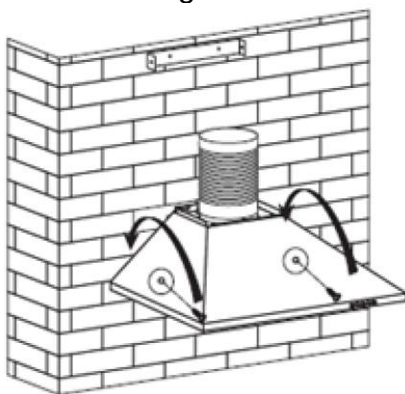

Fig. 5
7. Appendere l'elettrodomestico al gancio e fissarlo con le 2 viti di sicurezza (4 mm x 30 mm). i due sfiati di sicurezza (diametro 6 mm) sono collocati sull'involucro posteriore. Vedere Fig. 5